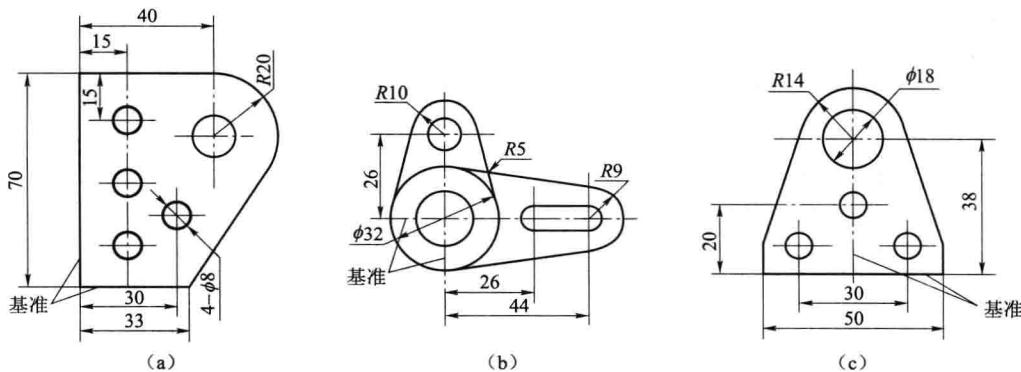

图 1.2.2 划线基准的类型
划线基准的类型（图 1.2.2）：
- 1) 以两个相互垂直的平面（或直线）为基准 [图 1.2.2 (a)]。
- 2) 以两条互相垂直的中心线为基准 [图 1.2.2 (b)]。
- 3) 以一个平面（或直线）和一条中心线为基准 [图 1.2.2 (c)]。